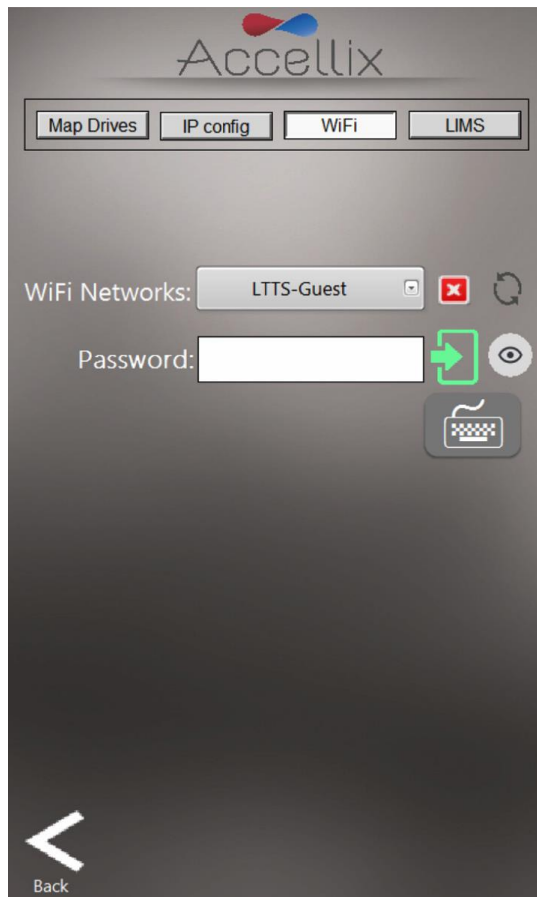

Abbildung 28: Netzwerkbildschirm: Registerkarte „Wi-Fi“ (WLAN)
3. Die Registerkarte „Wi-Fi“ (WLAN) (Abbildung 28) wird verwendet, um eine Verbindung mit einem WLAN-Netzwerk herzustellen. So stellen Sie eine Verbindung her: